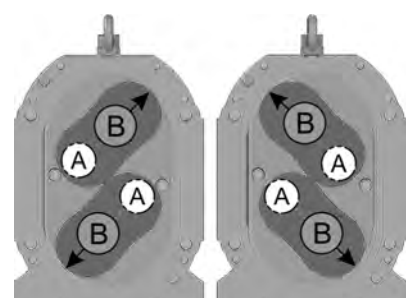

Figure 6.3.4-4
- Tournez maintenant les lobes jusqu'à ce que les deux pointes des lobes identifiées par la lettre B sur la figure 6.3.4-4 se trouvent dans l'une des positions représentées.
- Ajustez les pointes des lobes identifiées par la lettre B sur la figure 6.3.4-4 en procédant comme cela est décrit plus haut.